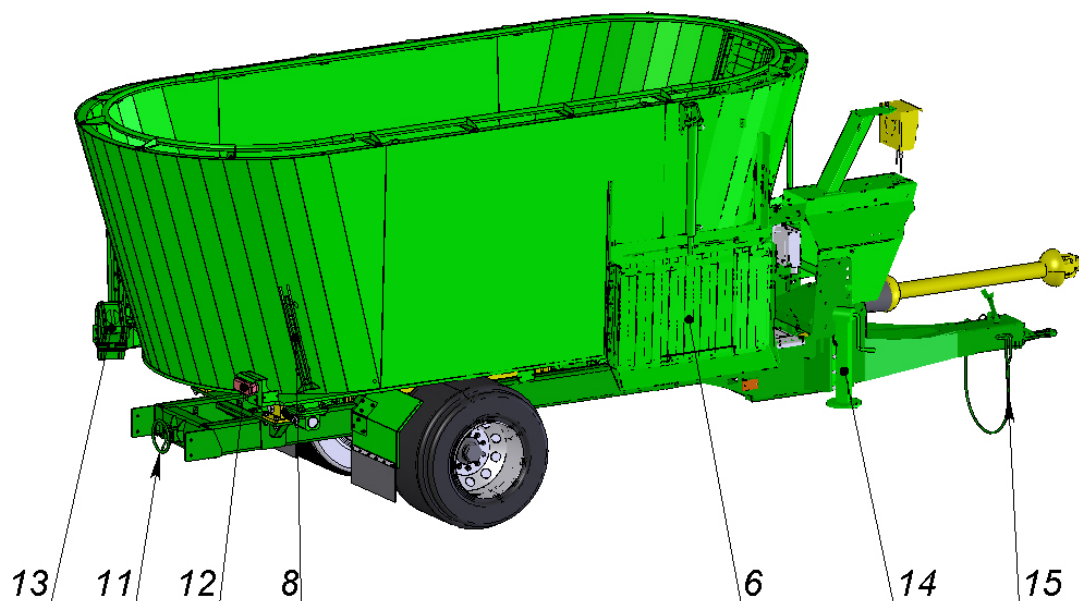

Рисунок 1. Кормораздатчик СРКВ-15 (СРКВ-13) (СРКВ-17) (вид спереди слева и сзади справа)
2.1. Кормораздатчик (рисунок 1) состоит из рамы кормораздатчика -1, к которой крепится при помощи болтов дышло с возможностью регулировки по высоте (для разного типа тракторов) и тягово-сцепным устройством (ТСУ) – 3; к раме кормораздатчика через весовые опоры крепится бункер – 2, к дну бункера крепятся редуктора привода двух шнековых смесителей и колесный ход с тормозами – 4, на передней площадке рамы закреплен трансмиссия привода двухшнекового рабочего органа с карданным валом для подключения к ВОМ трактора, справа спереди и слева сзади бункера расположены выгрузные лотки с шиббером, также на бункере закреплен масляный бачок смазки планетарно-конических редукторов привода рабочих органов – 7, спереди и сзади бункера установлены противножи - 8; кормораздатчик оборудован весовой системой с дисплеем для вывода информации – 9. Кормораздатчик оборудован рабочей тормозной системой - 10 и стояночный ручной тормоз – 11, светосигнальным оборудованием – 12, противооткатными упорами – 13, опорной стойкой – 14 и страховочным тросом – 15.
2.5. Вариант изготовления кормораздатчика с транспортером (Рисунок 1а) (для подачи кормосмеси на раздаточный стол) - спереди по ходу кормораздатчика, в передней части бункера, установлен выгрузной реверсивный ленточный транспортер с гидроприводом 16. Норма выдачи кормосмеси регулируется шиберной заслонкой выгрузного люка, открываемой с помощью гидроцилиндра. Величина открытия шиберной заслонки контролируется визуально по положению рычага, связанного со штоком гидроцилиндра, и меткам, нанесенным на специальной линейке, закрепленной на передней стенке бункера.
- через выгрузные лотки - вариант изготовления кормораздатчика (Рисунок 1);
- ленточным реверсивным транспортером – вариант изготовления кормораздатчика с транспортером (Рисунок 1а).
Рисунок 1а. Кормораздатчик с выгрузным транспортером СРКВ-15 (СРКВ-13) (СРКВ-17) (вид спереди справа)